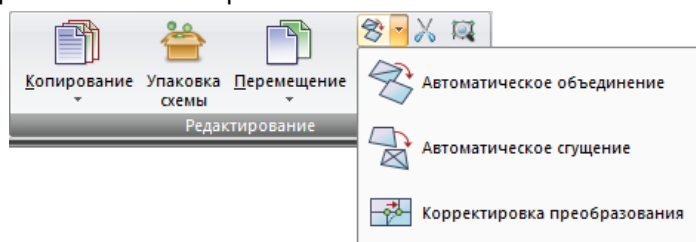

Рис. 29. Раскрывающийся список **Преобразование сети пластинчатых КЭ**
**Преобразование сети пластинчатых КЭ** (рис.29) – раскрывающийся список, содержащий операции по корректировке предварительно сформированной сети конечных элементов, моделирующей как плоские, так и пространственные поверхности.